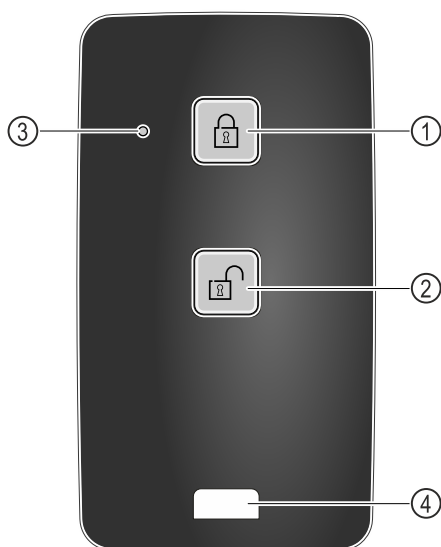

Fig. 219
- (1) Bloquear el cierre (3) LED de estado
(2) Desbloquear el cierre (4) Anillo de fijación
- Pulsar el botón Fig. 219 (1) del mando a distancia.
- Pulsar el botón Fig. 219 (2) del mando a distancia.
- El LED de estado Fig. 219 (3) emite una señal visual al pulsarse el botón.
- Anillo Fig. 219 (4) para la fijación del mando a distancia, p. ej., en un llavero.